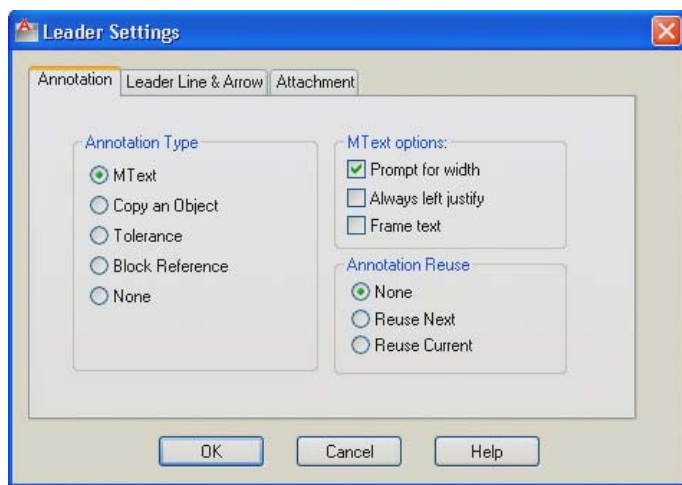
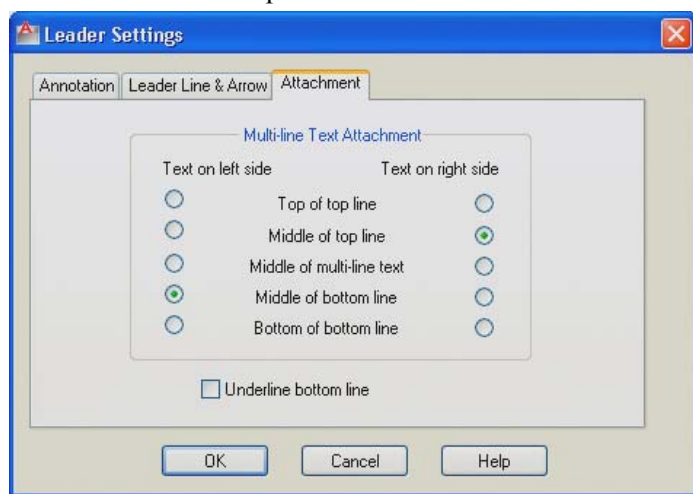
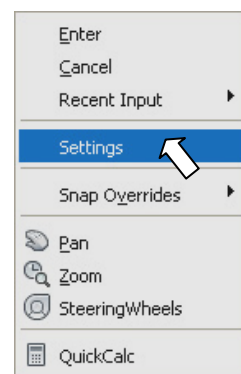

Рис. 11.36. Диалоговое окно для выносок, вкладка **Annotation** (Пояснение)
Рис. 11.39. Диалоговое окно для выносок, вкладка **Attachment** (Выравнивание)
Рис. 11.40.
Задайте начальную точку выноски или, нажав **<Enter>**, выберите опцию **Settings** (Параметры). После обращения к этой опции откроется диалоговое окно с тремя вкладками (рис. 11.36).
Вкладка Attachment (Выравнивание): Третья вкладка (рис. 11.39) доступна только в случае, если на первой вкладке в качестве типа выноски выбран **Mtext** (Мтекст) (см. рис. 11.36).
2. Правым щелчком вызовите контекстное меню и выберите опцию **Settings** (Параметры) (рис. 11.40) для вызова диалогового окна (см. рис. 11.36).